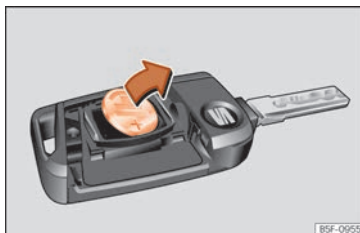

Abb. 85 Fahrzeugschlüssel: Batterie herausnehmen.
- Batterie mit einem geeigneten dünnen Gegenstand aus dem Batteriefach heraushebeln »» **Abb. 85**.
- Neue Batterie wie gezeigt ansetzen »» **Abb. 85** und entgegen der Pfeilrichtung in das Batteriefach drücken »» ❷.